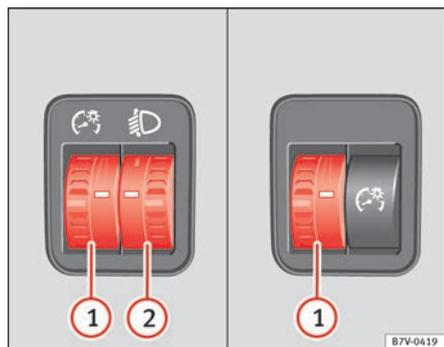

Abb. 63 Neben dem Lenkrad: Regler für die Instrumenten- und Schalterbeleuchtung ① sowie Leuchtweitenregulierung ②.
① Instrumenten- und Schalterbeleuchtung
Bei eingeschaltetem Licht lässt sich die Helligkeit der Instrumenten- und Schalterbeleuchtung durch Drehen des Reglers ⇒ Abb. 63 ① stufenlos regulieren.
② Leuchtweitenregulierung